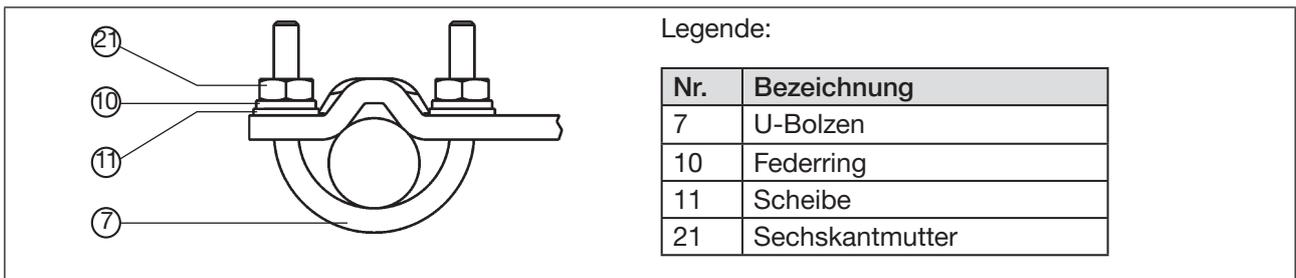

Bild 21: Positioner mit Anbauwinkel befestigen; bei Antrieben mit Säulenjoch
→ Anbauwinkel mit den U-Bolzen ⑦, Scheiben ⑪, Federringen ⑩ und Sechskantmuttern ⑳ am Säulenjoch befestigen (siehe „Bild 21“).